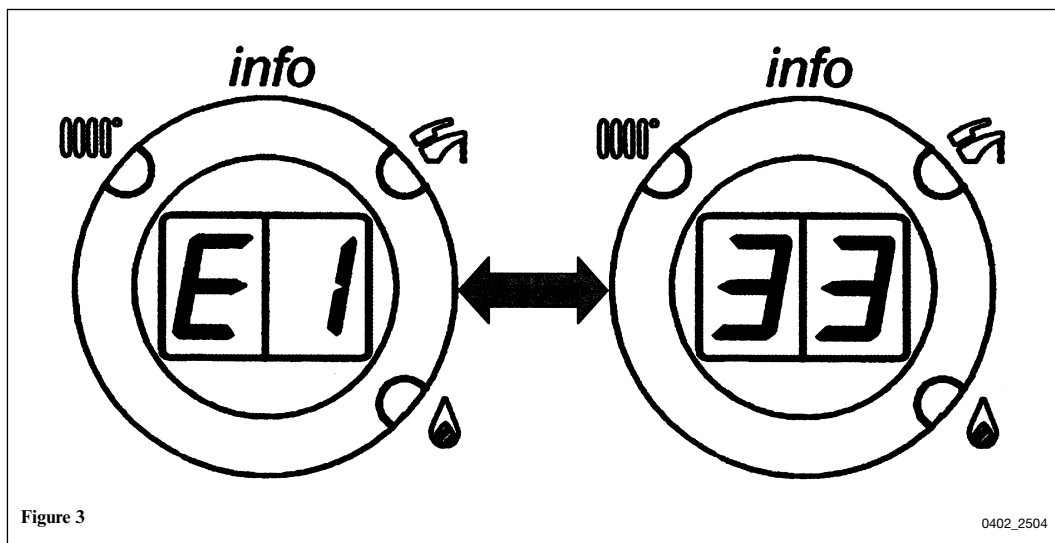

Figure 3
**Remarque :** pour les codes d'anomalie comptant plus de 2 composants (par ex. E133), l'afficheur visualise les deux premiers composants "E1" suivis, des deux derniers "33", comme le montre la figure 3.